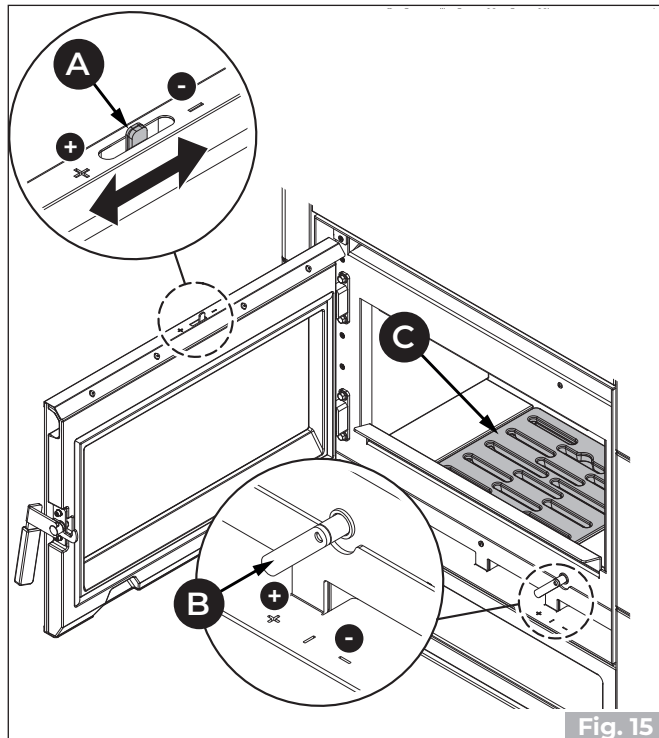

Fig. 15
- Aprire al massimo (+) il registro aria primaria (A) e pulizia vetro (B) (Fig. 15).
- Appoggiare con cautela i pezzi di legna nella griglia focolare (C) (Fig. 15).
- Mantenere il registro aria comburente (B) e pulizia vetro (A) aperti (+) per garantire una fiamma alta e luminosa.
La combustione viene regolata dal registro aria (A) (Fig. 15). Ruotandolo verso i simboli (+) o (-) si otterrà un maggiore o minore flusso d'aria comburente e di conseguenza una combustione più rapida o più lenta.